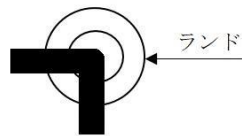

図 12 配線の方向変更
- キ 配線の方向を変える場合は、図 12 のようにランド上で行い、そのランドをはんだ付けすること。